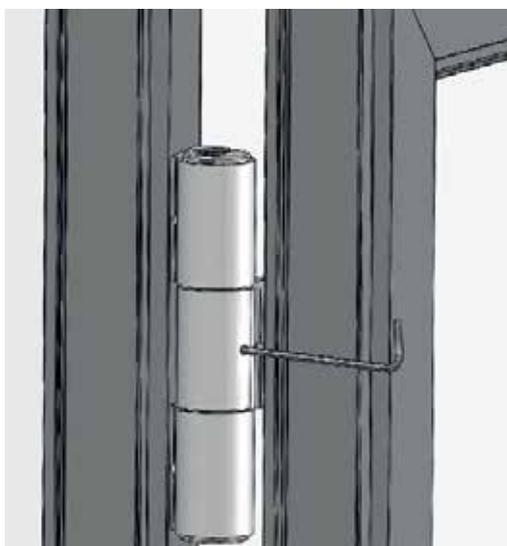

Рис. 25
17.2 Ослабить винт крепления эксцентриковых втулок имбусовым ключом 3 мм (Рис. 25).
17.4 После регулировки надежно закрепить эксцентриковые втулки имбусовым ключом 3 мм (Рис. 25).